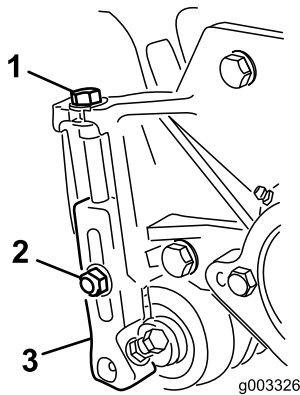

Figure 15
1. Desserrez les contre-écrous qui fixent les supports de hauteur de coupe aux plaques latérales du plateau de coupe (Figure 15).